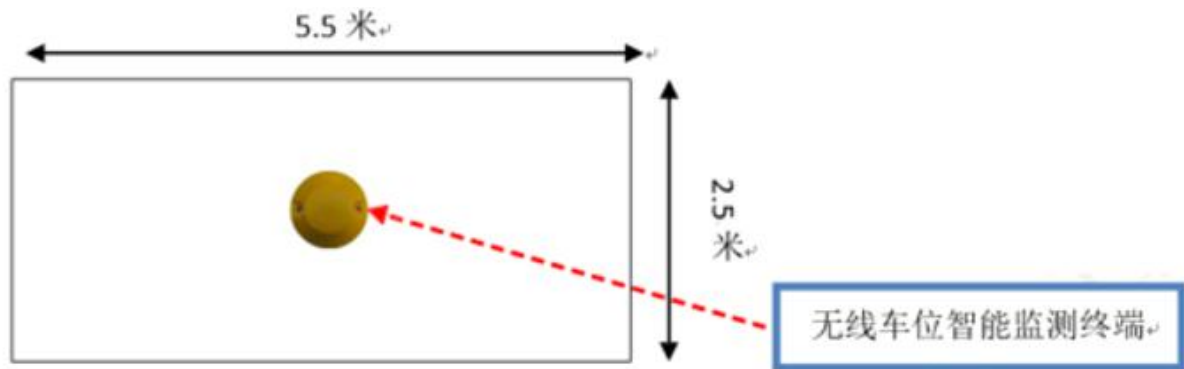

图 6: 地表式车位终端安装示意图
(1) 按图 6 所示的安装位置示意图，应将车位终端固定于每个车位的正中间。